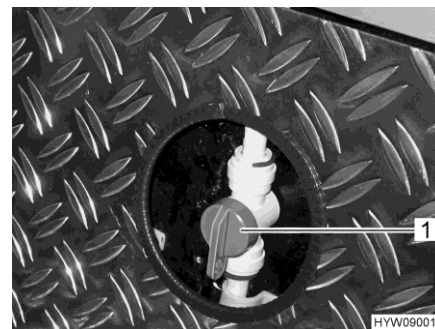

Bild 129 Tillöppsventil (uppvärmning av det bakre lastutrymmet)
- Ställ handtaget (Bild 129,1) på tillförselventilen för uppvärmning av bakre lastutrymme parallellt till värmeledningen. Värmen för bakre lastutrymme arbetar nu med maximal prestanda.
- Ställ handtaget (Bild 129,1) på tillförselventilen för uppvärmning av bakre lastutrymme i valfritt ställning. Varmvattenfördelningen för det bakre lastutrymme kan på det här sättet regleras steglöst.
- Ställ in handtaget (Bild 129,1) på tillförselventilen för uppvärmning av bakre lastutrymme tvär till värmeledningen. Värmen för det bakre lastutrymme är nu avstängd.